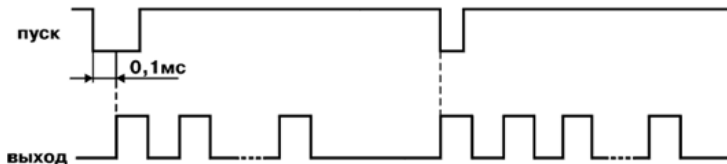

Рисунок 3.5
3.1.3.2 Импульс «Пуск» запускает выполнение программы сначала или с места установки (рисунок 3.5). Длительность импульса не менее 0,1 с. Задержка реакции прибора на сигнал «Пуск» составляет не более 0,1 мс.